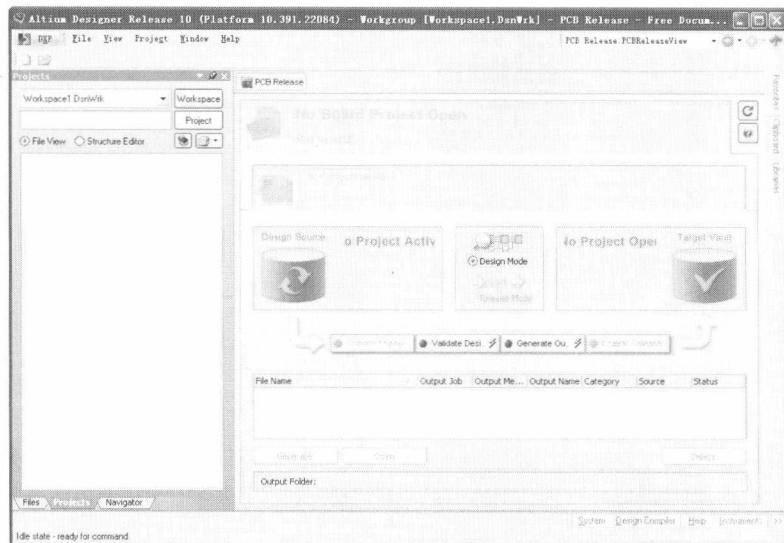

图 1-10 PCB 发行窗口
- ◆ “PCB Release View”（PCB 发行视图）命令：用于打开 PCB 发行窗口，如图 1-10 所示。